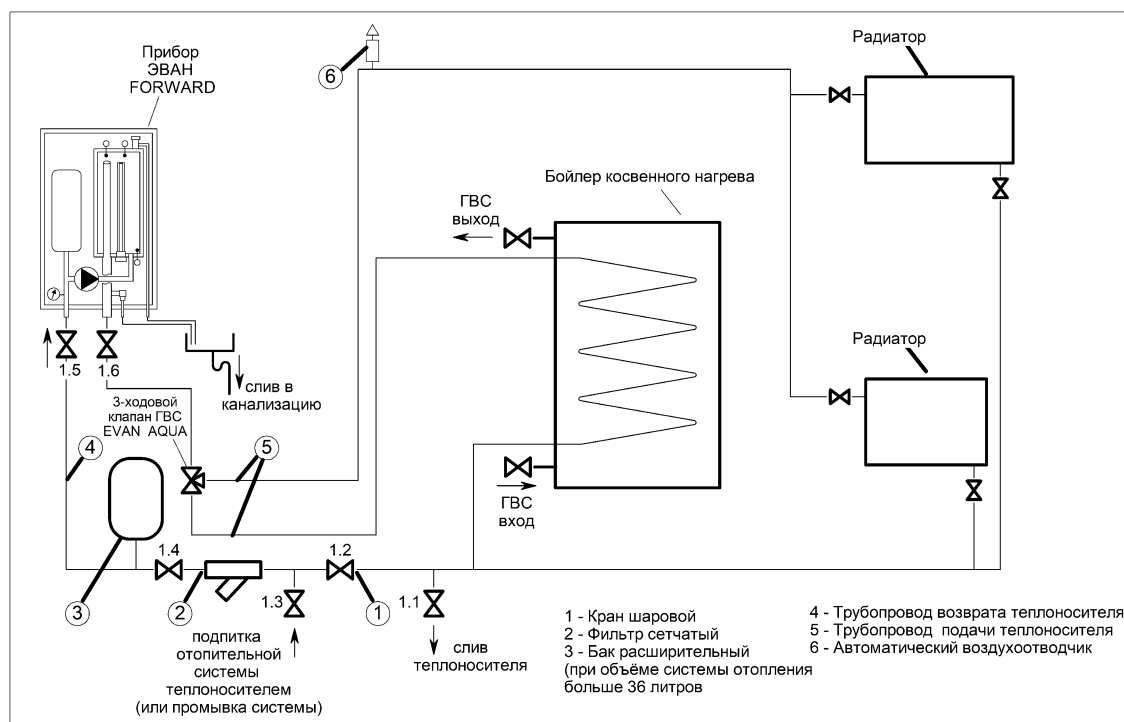

Рисунок 4. Типовая гидравлическая схема системы отопления
4.2.1 Выполните монтаж трубопроводов, элементов системы отопления и ГВС (радиаторы, бойлер косвенного нагрева, воздухоотводчик, запорная арматура и т.п.). Рекомендуемая типовая гидравлическая схема приведена на рис. 4. В системе отопления должны быть обязательно установлены:
5.2.2 Описание действий в п.5.2, п.5.3, п.5.4 выполнено по типовой гидравлической схеме приведённой на рис. 4.